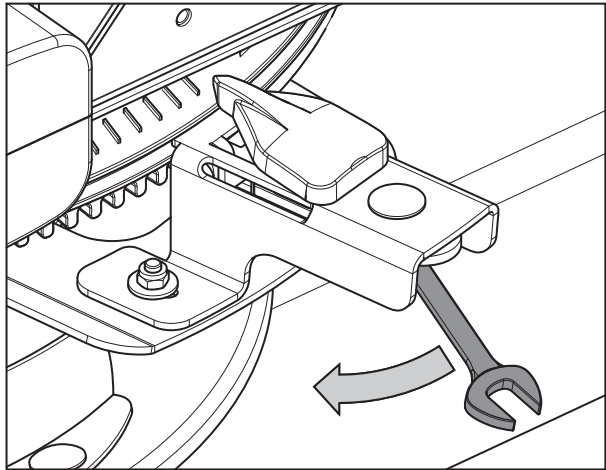

Bild 46: Arretierung lösen
- ▷ Die Arretierung wird gelöst und das Anzeigeelement lässt sich frei bewegen (siehe Bild 46).